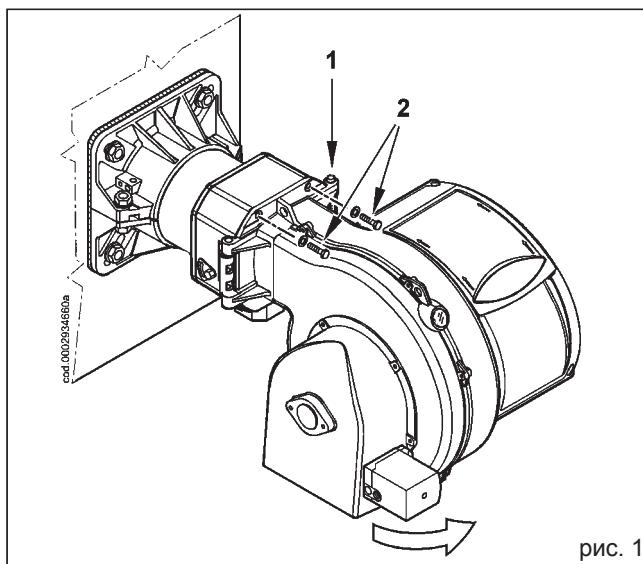

рис. 1
Отверните четыре винта (2) и поверните горелку вокруг штифта (1), расположенного в соответствующем шарнире (рисунок 1). После того как были вынуты провода розжига и ионизации (3) из соответствующих электродов, полностью отверните гайку (4) и заверните винт (5) так, чтобы он продвинулся по газоподводящему патрубку (8), как показано на рисунке 3, на расстояние позволяющее демонтаж узла смесителя.